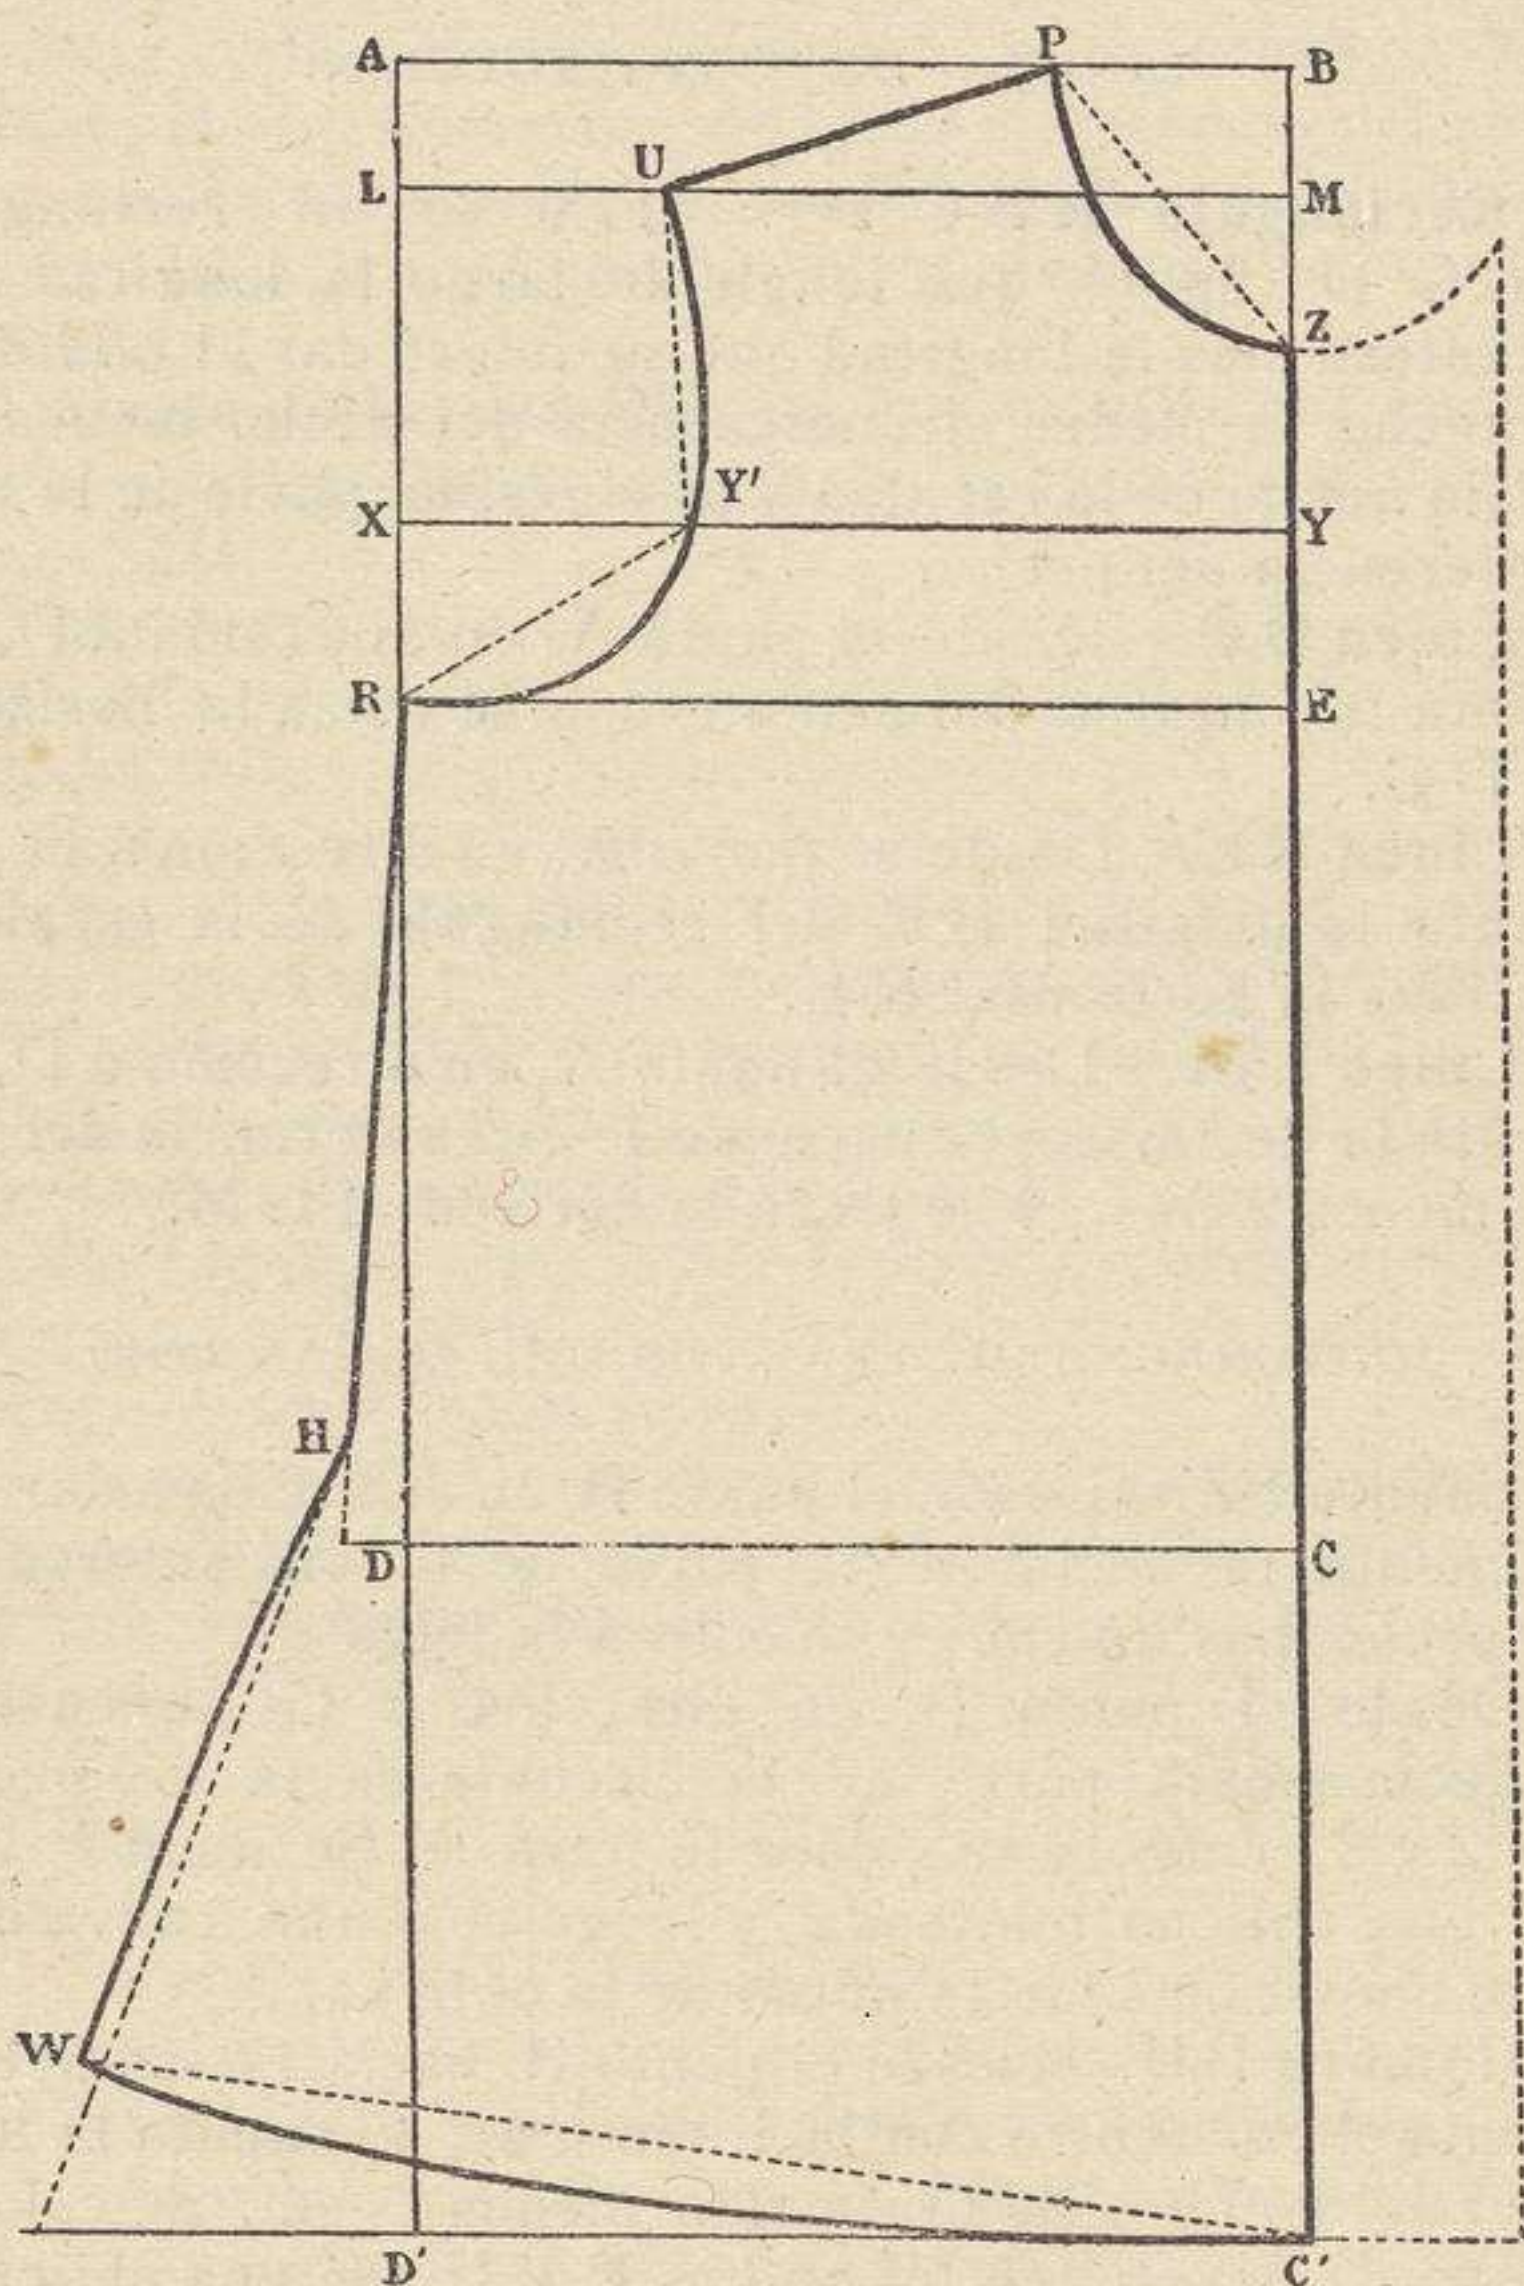

Fig. 68 ( $\frac{1}{6}$  del tamaño real).—Delantero de la chambre.
**Rectángulo A B C' D'.** — Trácese un rectángulo A B C' D' (fig. 68) que tenga de largo la longitud del delantero más la longitud que se quiere dar al faldón, y de ancho la media circunferencia del pecho menos el medio ancho de la espalda y la vigésima parte de la circunferencia del pecho.